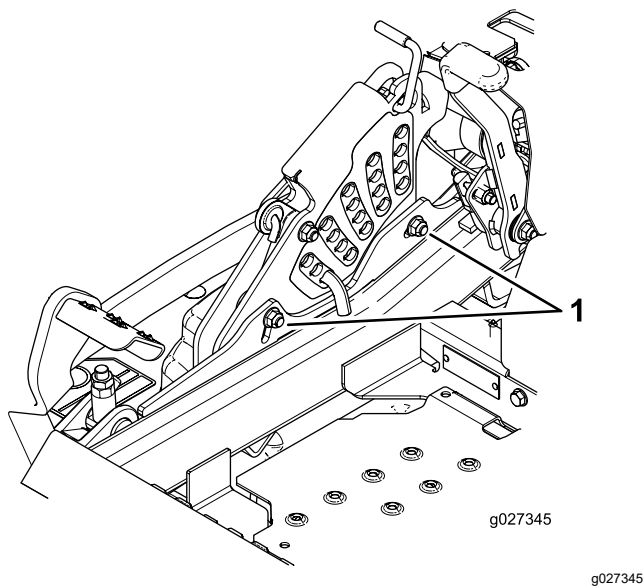

Figure 97
10. Pour régler le système monopoint, desserrez les 2 boulons au bas de la plaque de hauteur de coupe (Figure 97).
12. Serrez les 2 boulons au bas de la plaque de hauteur de coupe (Figure 97).